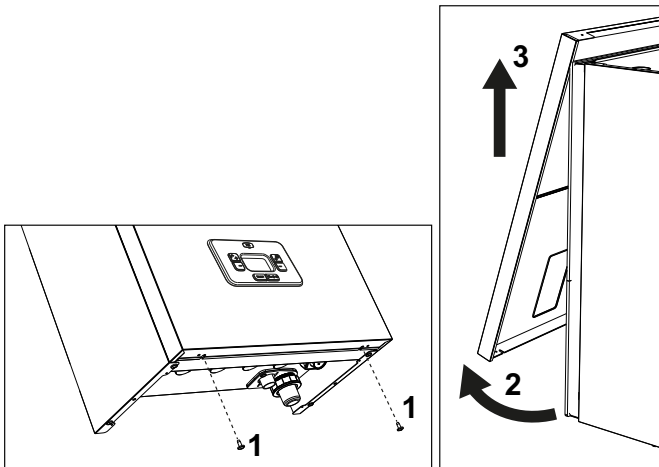

fig. 30- Apertura del panel frontal
1. Desenrosque los tornillos "1" (véase fig. 30).